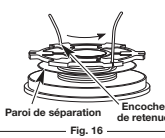

Fig. 16
3. Insérez l'extrémité de l'autre fil de coupe dans le trou inférieur du moulinet intérieur (Fig. 15). Embobinez fermement le fil dans la direction indiquée au bas du moulinet intérieur jusqu'à ce qu'il en reste 75 à 225 mm (3 à 9 pouces) environ. Maintenez le fil en dessous de la paroi de séparation. Insérez la section de fil de 75 à 225 mm (3 à 9 pouces) dans l'encoche de retenue 0,095 opposée (Fig. 16).